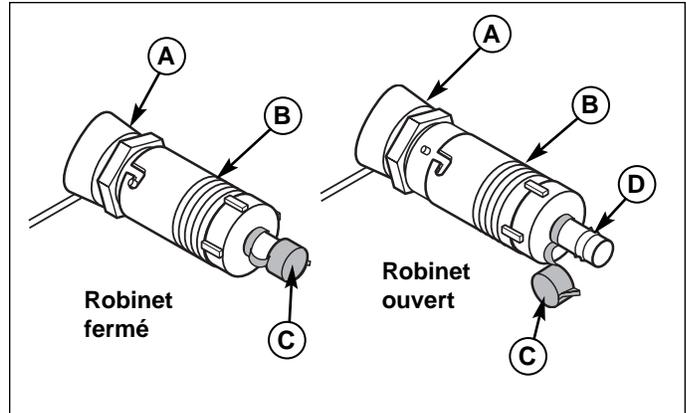

Figure 29. Robinet de vidange d'huile
2. Desserrer ou sortir la jauge (C).
3. Essuyer le robinet de vidange (B, Figure 29) et le capuchon (C) avec une serviette en papier ou un chiffon.